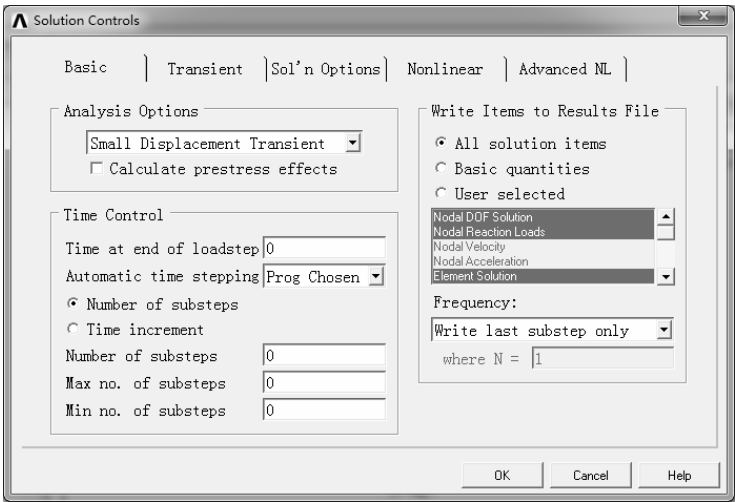

图 7-238 “Solution Controls”对话框的“Basic”选项卡
1) 选择“Main Menu>Solution>Analysis Type>Sol’n Controls”命令，弹出“Solution Controls”对话框的“Basic”选项卡，在“Time at end of loadstep”（载荷步结束时间）文本框中输入 0，选中“Number of substeps”选项，在“Number of substeps”文本框中输入子步数为 0，如图 7-238 所示。单击“OK”按钮确认。